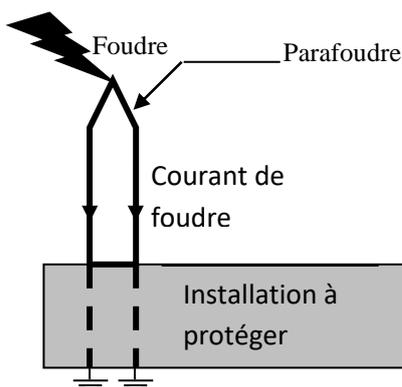

Figure 12: Parafoudre
- a) Parafoudre : Le champ élevé de la pointe attire la foudre pour écouler le courant vers la terre (figure.12).